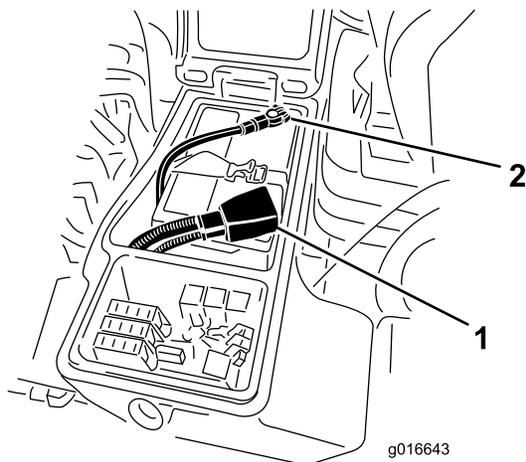

Figure 61
5. Raccordez le câble positif (rouge) de la batterie à la borne positive (+) et le câble négatif (noir) à la borne négative (-) (Figure 61).